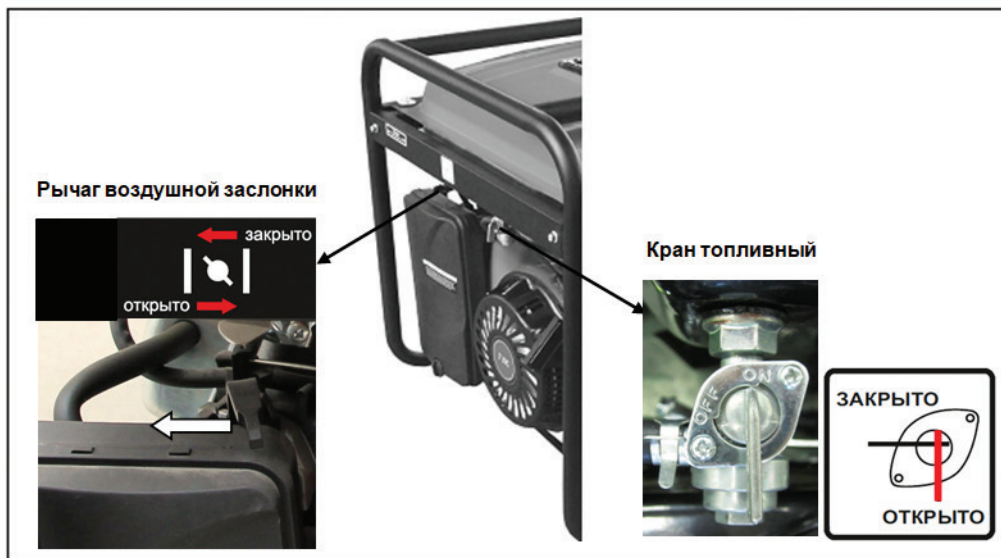

Рис. 12
1. Откройте топливный кран (положение «Открыто» или «ON») (рис. 12)
2. При пуске холодного двигателя рычаг привода воздушной заслонки переведите в положение «Закрыто» (рис. 12)
2. Закройте топливный кран (положение OFF») (рис. 12)